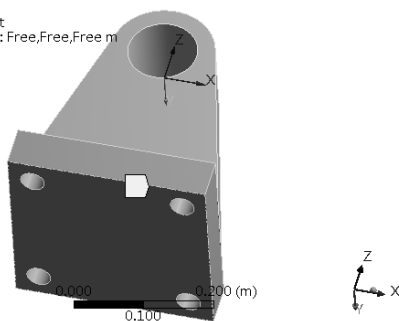
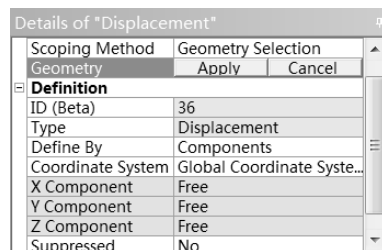

图 5-145 选择约束面
图 5-146 位移约束参数设置
Step3 : 选择支承座的底面 , 如图 5-145 所示。在 Details of “Displacement” 栏中 , 单击 Geometry 中的 Apply 按钮 , 如图 5-146 所示。